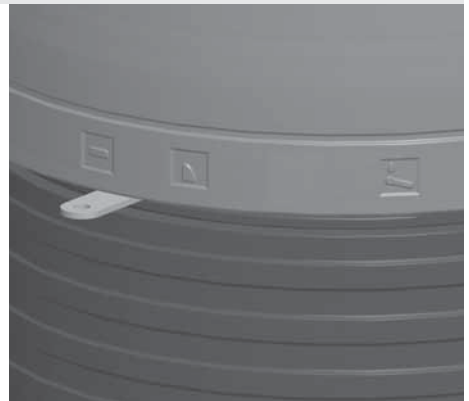

Abb. 4.11 Verbrennungsluftschieber ganz nach links geschoben - Verbrennungsluft komplett geschlossen
- Ziehen Sie den Verbrennungsluft-Schieber komplett nach links in die geschlossene Stellung (siehe Abb. 4.11) - das beruhigt die gesamten Strömung und Bewegung im Brennraum,